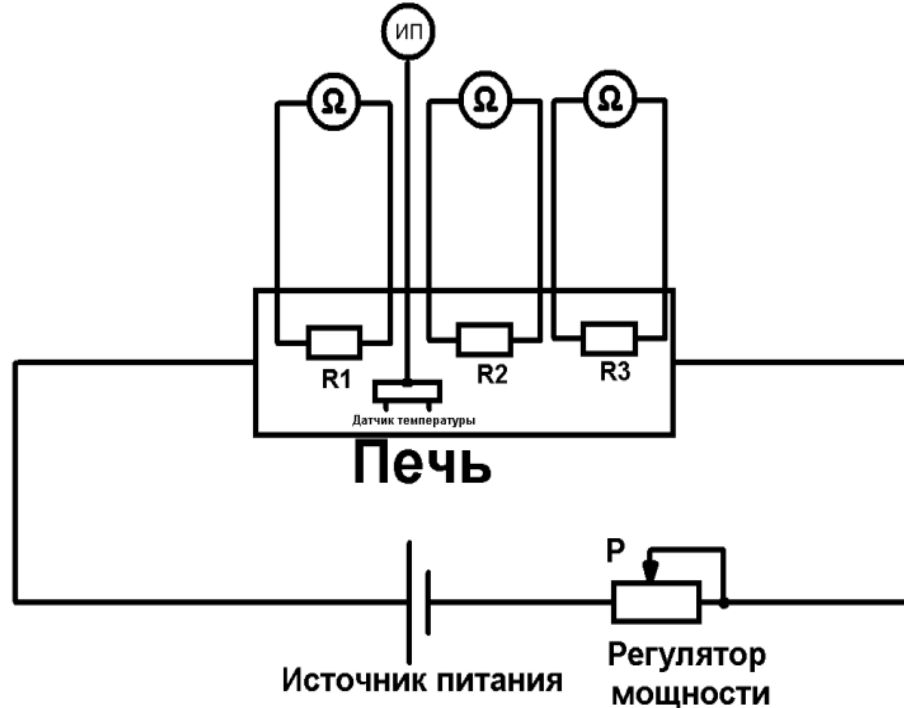

Рис. 1. Принципиальная блок-схема установки для исследования температурных характеристик металлов.
Эксперимент по изучению зависимости сопротивления металлов от температуры и определения их температурного коэффициента сопротивления проводится на лабораторной установке ФКЛ-9, блок схема которой представлена на рис. 1.
В корпусе (рис. 1) находятся нагревательный элемент «**ПЕЧЬ**»; датчик температуры; образцы металлических резисторов $R1$, $R2$, $R3$ (медный, алюминиевый и вольфрамовый); схема измерения, представляющая собой трехканальный независимый Омметр и источник питания, вырабатывающий необходимые напряжения для питания всей схемы. Нагреватель соединен с блоком питания через регулятор мощности P , а металлические резисторы подключены к клеммам встроенных цифровых Омметров.
Скорость нагрева регулируется с помощью кнопок «**МОЩНОСТЬ НАГРЕВАТЕЛЯ**» (переменный резистор P на рис. 1). Удержание кнопок приводит к плавному возрастанию либо уменьшению мощности печи. Для охлаждения предусмотрена возможность включения кулера нажатием кнопки «**ОХЛАЖДЕНИЕ**». Отключение кулера осуществляется нажатием одной из
1. Перед началом работы ознакомится с принципиальной схемой учебной установки рис. 1, разобраться в назначении ручек, кнопок и измерительного прибора. Проверить целостность сетевого провода